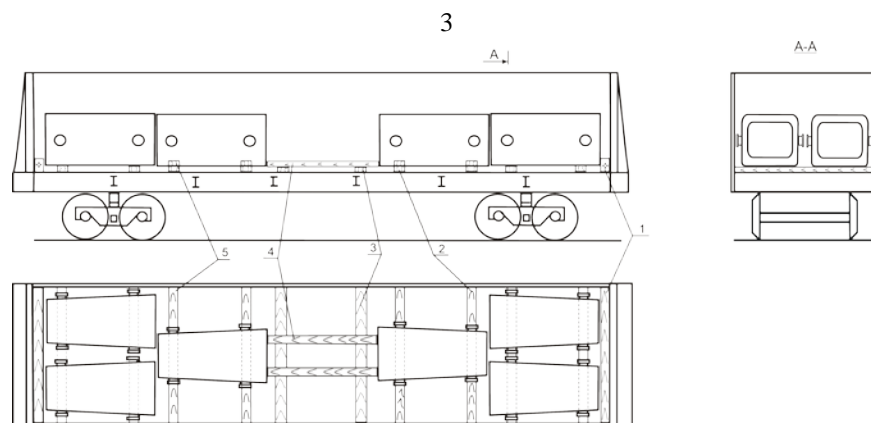

Рисунок 135
6.18. Изложницы массой от 10 до 11 т включительно в количестве 6 штук размещают в полувагоне группами симметрично продольной и поперечной плоскостям симметрии полувагона (рисунок 135). У торцевых дверей с каждой стороны полувагона укладывают на ребро упорные бруски сечением не менее 100х150 мм и длиной, равной внутренней ширине полувагона. Вплотную к этим брускам вдоль полувагона размещают по две изложницы на двух поперечных подкладках сечением не менее 40х150 мм и длиной, равной внутренней ширине полувагона. Вплотную к изложницам, расположенным у торцевых дверей, размещают по одной изложнице вдоль полувагона на двух поперечных подкладках сечением не менее 40х150 мм и длиной, равной внутренней ширине полувагона.